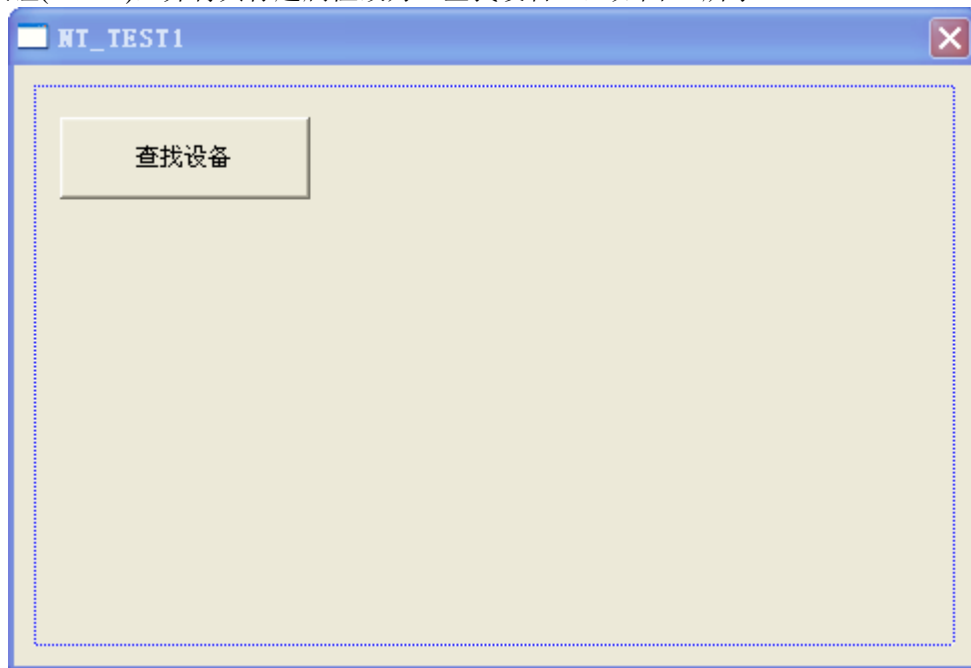

图 5.8 添加“查找设备”按钮
(5) 编辑NT_TEST1对话框的界面，先删除原来有的控件(如OK、Cancel按钮等)，再添加一个按钮(Button)，并将其标题属性改为“查找设备”，如图5.8所示。